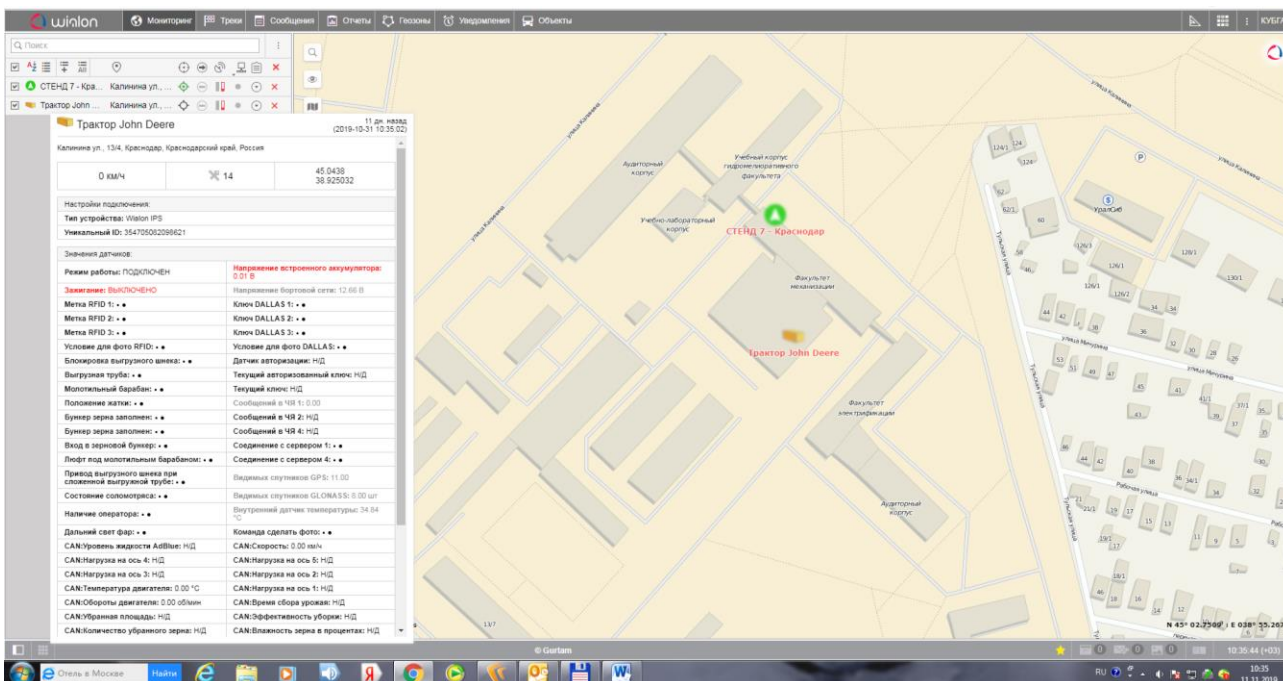

Рисунок 4.15 – Информация о тракторе при выключенном запуске
10. Выберите в меню **Мониторинг**  вкладку **Трактор John Deere**. Будет представлена информация при выключенном запуске двигателя (рисунок 4.15).